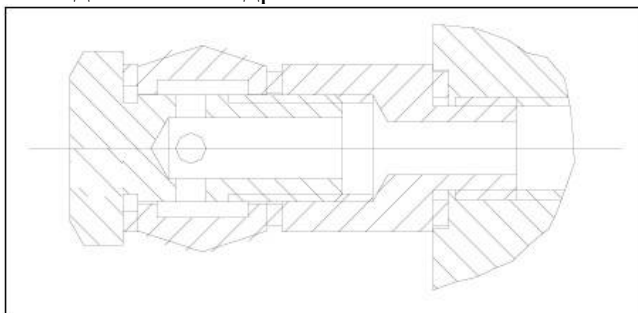

Рис. 33
- ◆ Подключите гидравлический силовой блок к гидросистеме гибкой трубкой (Рис. 33)
Подъемник способен работать при напряжении 400В в трёх-фазной конфигурации; если напряжение электрической сети иное, то необходимо изменить подключение электродвигателя и трансформатора (Рис. 33). Также необходимо заменить термореле, запросив замену у производителя и/или сервисного центра.